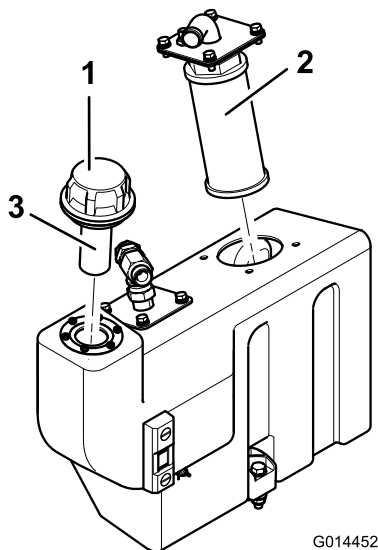

Figura 71
1. Retire a flange de sucção do depósito de óleo para obter acesso ao filtro de rede da sucção (Figura 71).
2. Desaparafuse e retire o filtro de rede e limpe com parafina ou petróleo antes de o instalar (Figura 71).